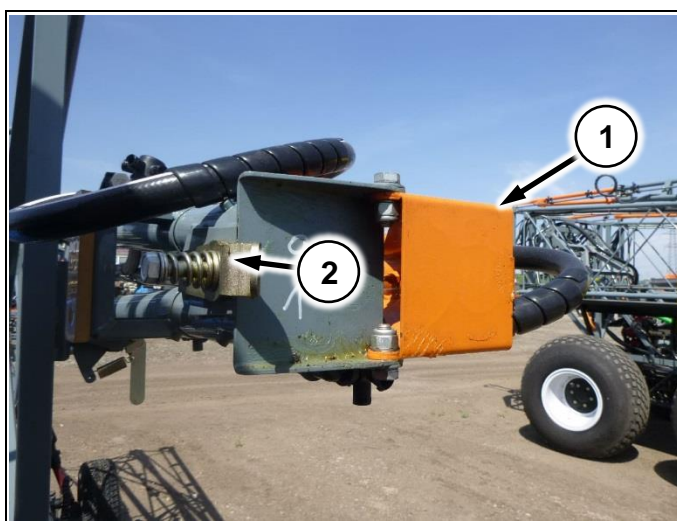

Рис. 66
3. Открыть флажок (Рис. 66/2) и открыть складывающуюся законцовку (Рис. 66/1) до фиксации в замке (Рис. 66/2)